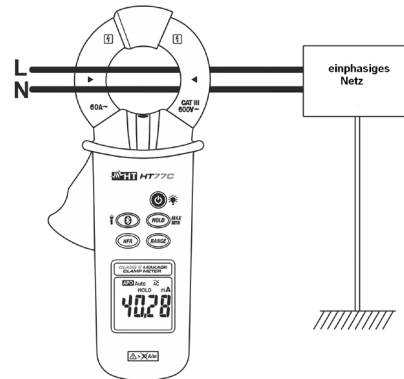
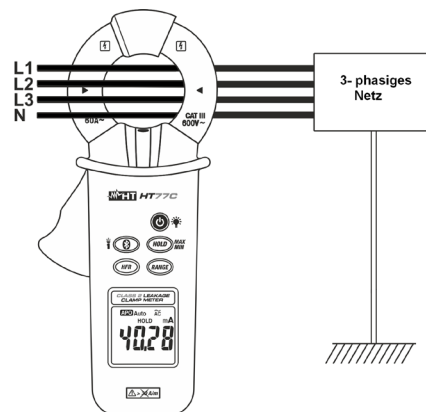

Abb. 5: Leckstrommessung mit der indirekten Methode (Differenzstrom)
Abb. 7: Messung Leckstrom mit der indirekten Methode (Differenzstrom)
2. Öffnen Sie die Zangenbacken und schließen Sie die Zange an, wie in Abb. 5 und Abb. 7 gezeigt. Der Wert des Leckstroms wird im Display angezeigt